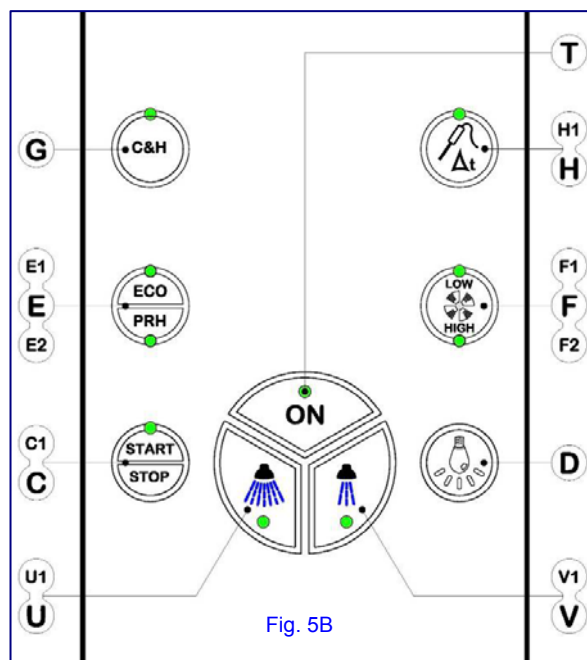

Fig. 5B
5.4C Luce interna di illuminazione della camera di cottura (Fig. 5B)
5.4D Riduzione di potenza e preriscaldamento camera di cottura (Fig. 5B)
5.4F Cook & hold (Fig. 5B)
5.4A Core probe with Delta T (Δt) (Fig. 5B)